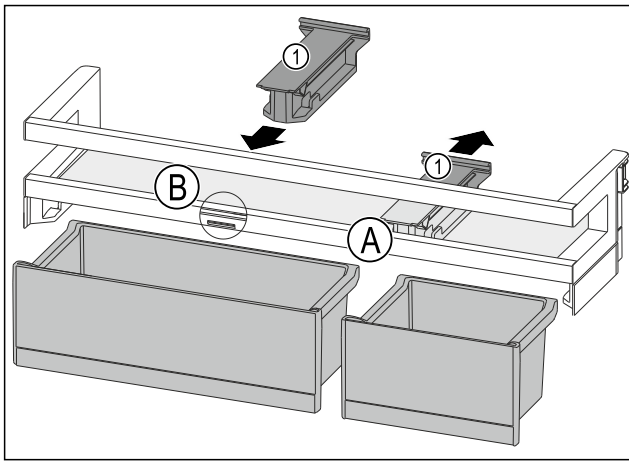

Fig. 188
- ▶ Halteteil Fig. 188 (1) in Position Fig. 188 (A) nach hinten abziehen.
- ▶ Halteteil Fig. 188 (1) in Position Fig. 188 (B) einsetzen.